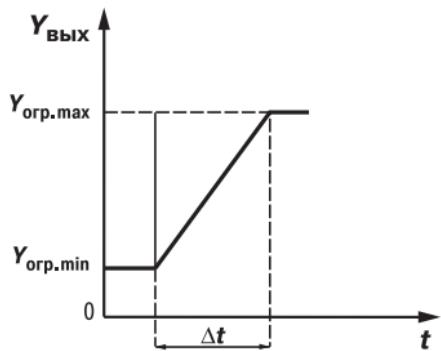

Рис. 10
- скорости изменения $v_{\text{огр}} = \frac{Y_{\text{огр.} \max} - Y_{\text{огр.} \min}}{\Delta t}$ (**рис. 10**), используемые для ограничения управляющего воздействия на объект.